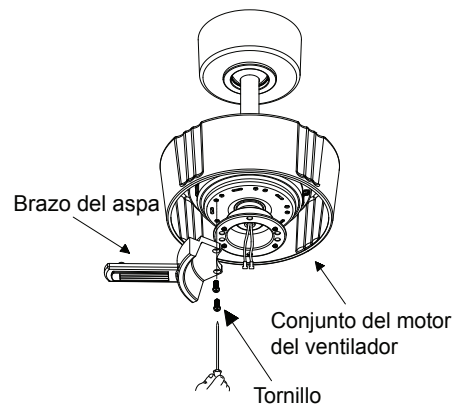

Fig. 16
Paso 1. Fija el brazo del aspa al conjunto del motor del ventilador apretando el tornillo del brazo del aspa en el conjunto del motor del ventilador. (Fig. 16)